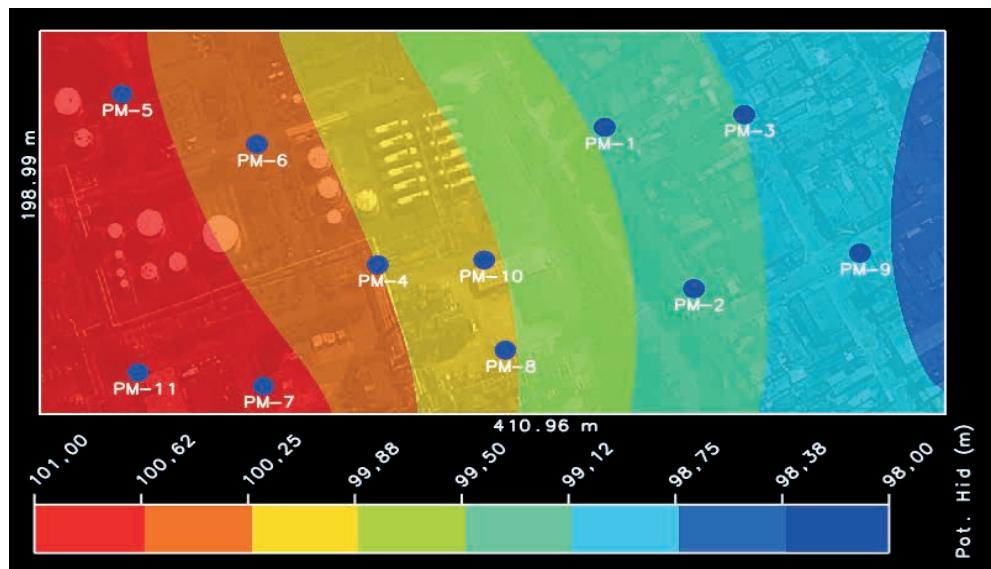

Figura 3.16 Mapa potenciométrico da área de estudo.
- **Mapa Potenciométrico:** O mapa potenciométrico, localizado logo após o mapa de grade, permite visualizar a variação do potenciométrico ao longo da área de estudo (Figura 3.16).